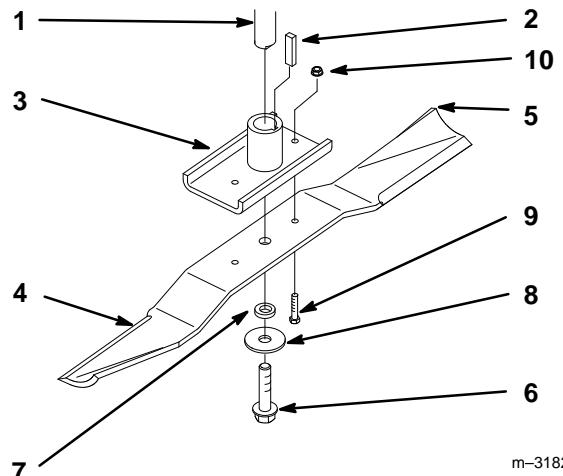

Figure 60
1. Monter la lame sur le porte-lame et fixer l'ensemble à l'aide du boulon de porte-lame, de l'entretoise et de la rondelle (Fig. 60).
2. Monter les boulons de lame et leurs écrous (Fig. 60).